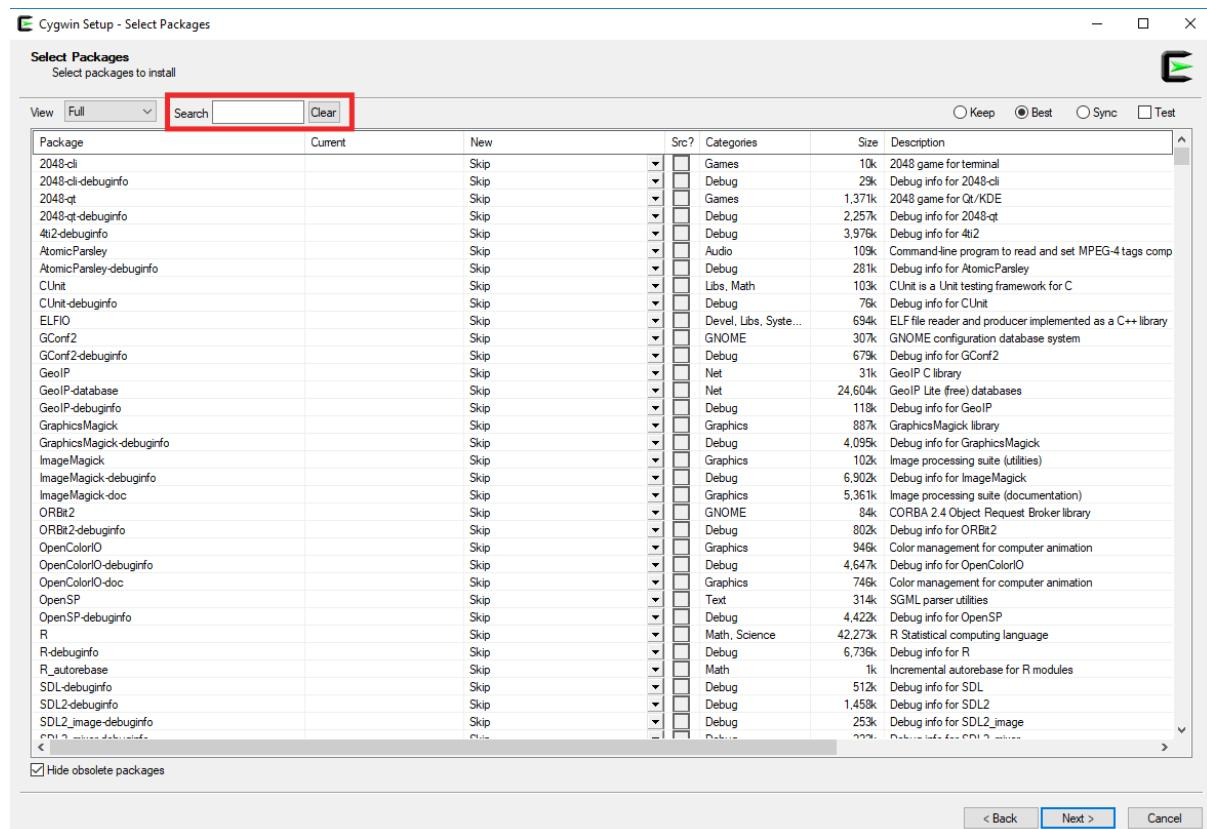

图105. “Select Packages”（选择软件包）窗口 – “Full”（完整）视图
4. 将显示可以安装的软件包的完整列表（图105）。在“Search”（搜索）框中，选择要安装的特定软件包。